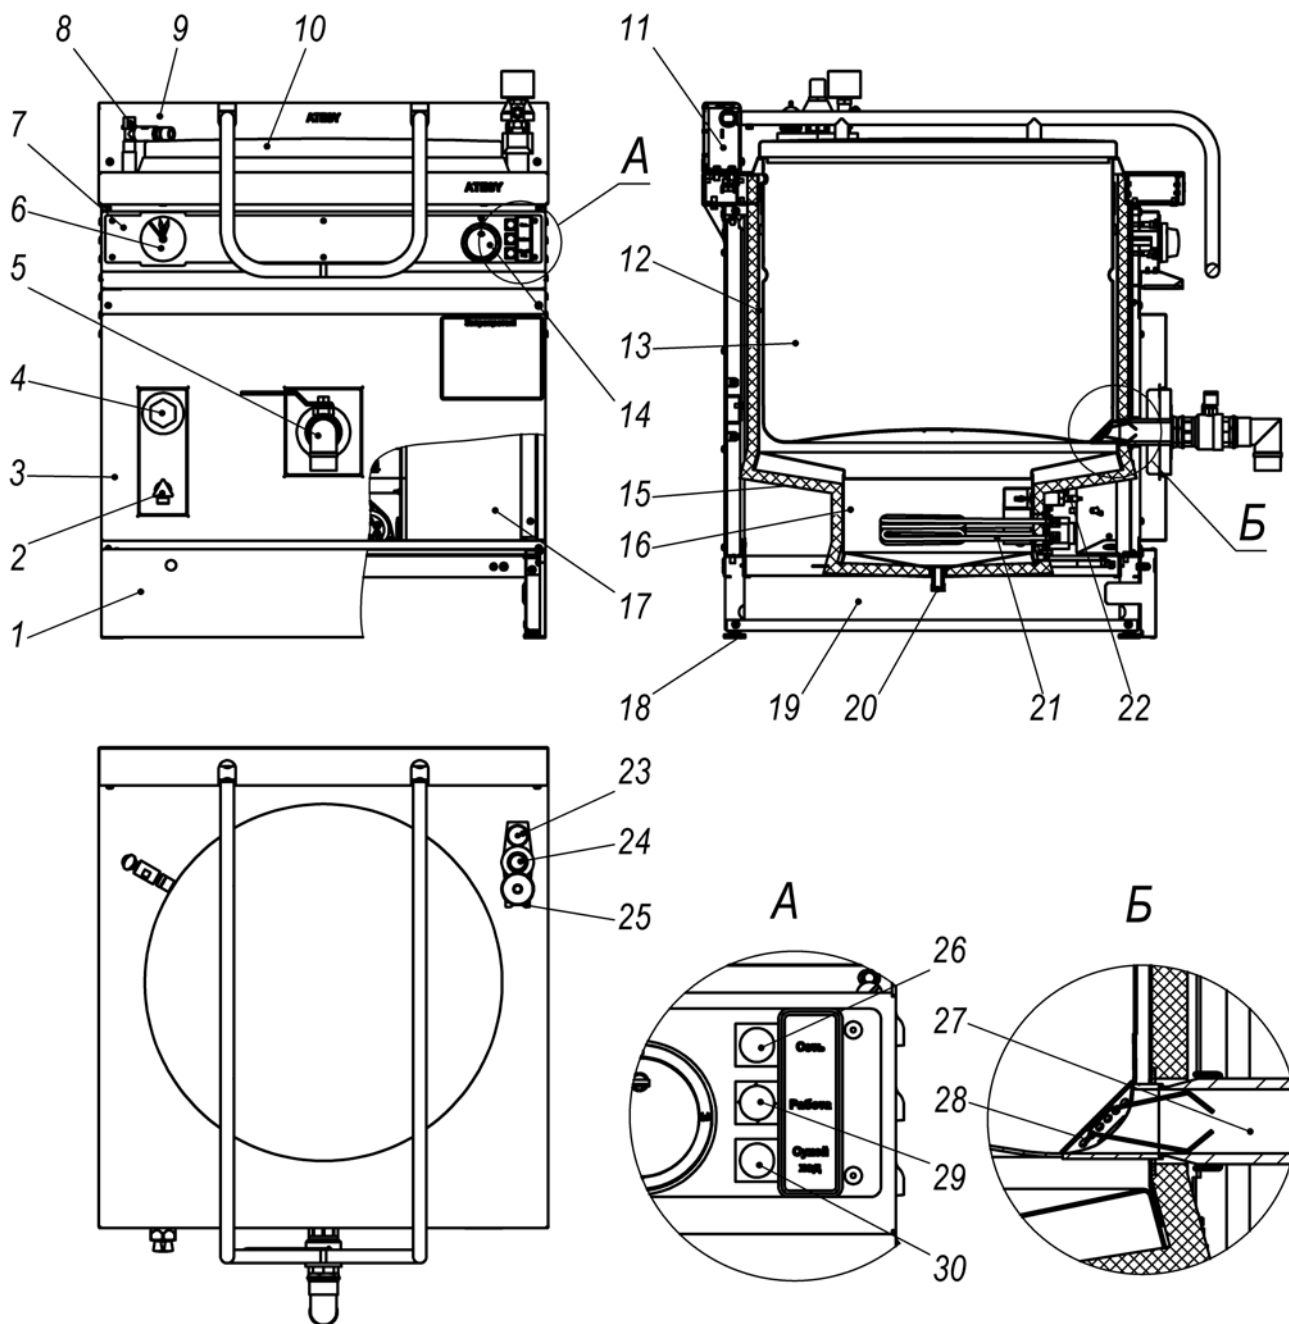

Рисунок 1
1.3.2.1 Изделие, см. рисунок 1, представляет собой варочный сосуд 13, заключенный в обечайку 12, и установленный на корпусе 19. Обечайка 12 снаружи закрыта теплоизоляцией 15. Снизу к обечайке 12 приварен парогенератор 16, внутри которого расположены ТЭНовы (трубчатые электронагреватели) 21. Уровень воды, заливаемой в парогенератор 16 краном залива воды в парогенератор 4, контролируется краном уровня 2. Защита ТЭНов от сухого хода обеспечивается датчиками уровня 22. Дополнительную защиту ТЭНов от перегрева выполняет термограничитель, настроенный на температуру плюс 130°C и установленный в блоке управления 17. Термочувствительный баллон термограничителя, закреплен возле ТЭНов. В нижней части парогенератора 16 находится пробка 20 для слива воды из него. Вода в варочный сосуд 13 подается через наливной кран 8. Слив содержимого из варочного сосуда 13 производится через сливной кран 5. Отверстие сливного крана 5, расположенное внутри варочного сосуда 13, закрывается съемным фильтром 28. Варочный сосуд 13 закрывается крышкой 10. Уравновешивающее устройство 11 поддерживает ее в открытом положении в диапазоне от 5° до 90°. Уравновешивающее устройство 11 закрыто бортом 9. Замкнутое пространство между варочным сосудом 13 и обечайкой 12 с парогенератором 16 служит пароводяной рубашкой. Давление в пароводяной рубашке поддерживается при помощи электроконтактного мановакуумметра 6. Для сброса давления выше 50 кПа (0,5 кгс/см²) служит предохранительный клапан 24. Для предотвращения разрежения в пароводяной рубашке установлен вакуумный клапан 23, который срабатывает при возникновении разрежения более 2 кПа (0,02 кгс/см²). Для выпуска воздуха из пароводяной рубашки предусмотрен паровоздушный кран 25. На корпусе 19 установлены облицовка 3 и панель управления 7. На панели управления установлены переключатель 14, электроконтактный мановакуумметр 6, лампа «Сеть» 26, лампа «Работа» 29 и лампа «Сухой ход» 30. Режим работы котла задается вручную переключателем 14. Внизу котла устанавливается плинтус 1 (декоративная легкоъемная панель), который препятствует попаданию посторонних предметов под корпус 19 котла.